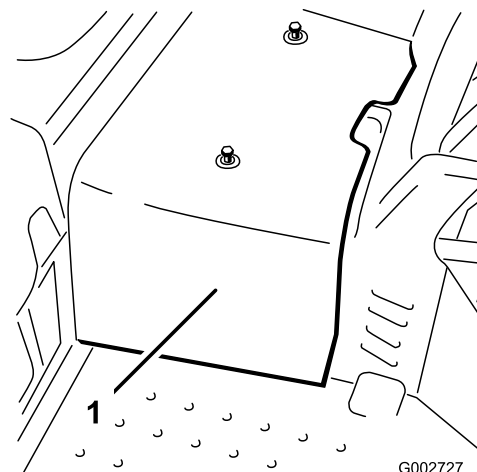

Figura 36
2. Allentate le 2 viti che fissano la protezione centrale alla macchina, e togliete la protezione (Figura 36).